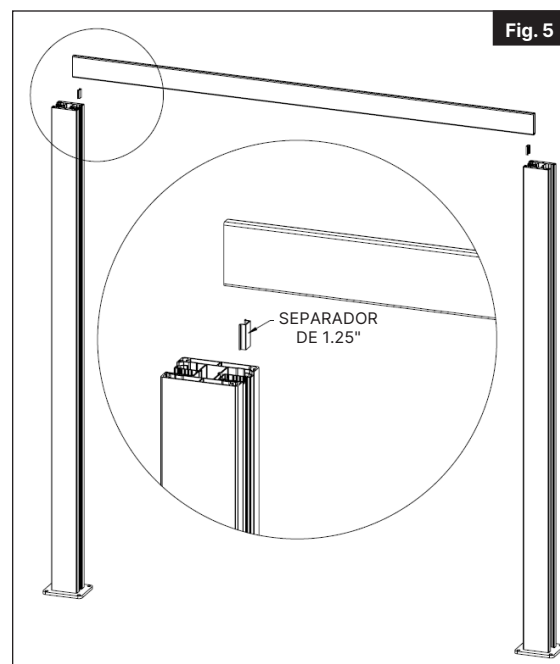

Fig. 5
- 3.** Inserte 1 separador de $\frac{1}{4}$ " entre ambos postes y luego puede usar la primera plataforma con el primer poste para ayudarle con la alineación del segundo poste (Fig. 5).
Inserte 1 separador de $\frac{1}{4}$ " entre ambos postes y luego con el lado de la lengüeta de la plataforma T&G de 6" boca abajo, inserte con cuidado la plataforma en el primer poste para ayudarle con la alineación del segundo poste (Fig. 5).
8. Añada una mezcla de concreto húmedo y seco de acuerdo con las instrucciones del fabricante en la parte superior del agujero para el primer poste. Asegúrese de que el primer poste quede aplomado y nivelado. Permita que el concreto blando se asiente asegurándose de dejar un espacio de unos 2" desde la parte inferior del panel al suelo (Fig. 5).
Añada una mezcla de concreto húmedo y seco de acuerdo con las instrucciones del fabricante en la parte superior del agujero para el primer poste. Asegúrese de que el primer poste quede aplomado y nivelado. Permita que el concreto blando se asiente asegurándose de dejar un espacio de unos 2" desde la parte inferior del panel al suelo (Fig. 5).